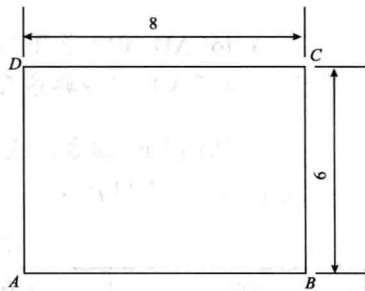

图 1-8 矩形
(1) 启动 Auto CAD 软件,设置模型空间界限为:长 12,宽 9。
(2) 用直线 (Line) 命令绘制如图 1-8 所示的图形(不标尺寸)。
(3) 以“SX1-001.dwg”命名,存盘。
(4) 用“实时缩放”和“平移”模式,缩放和平移图形,观察结果后再退出。
(5) 关闭文件。